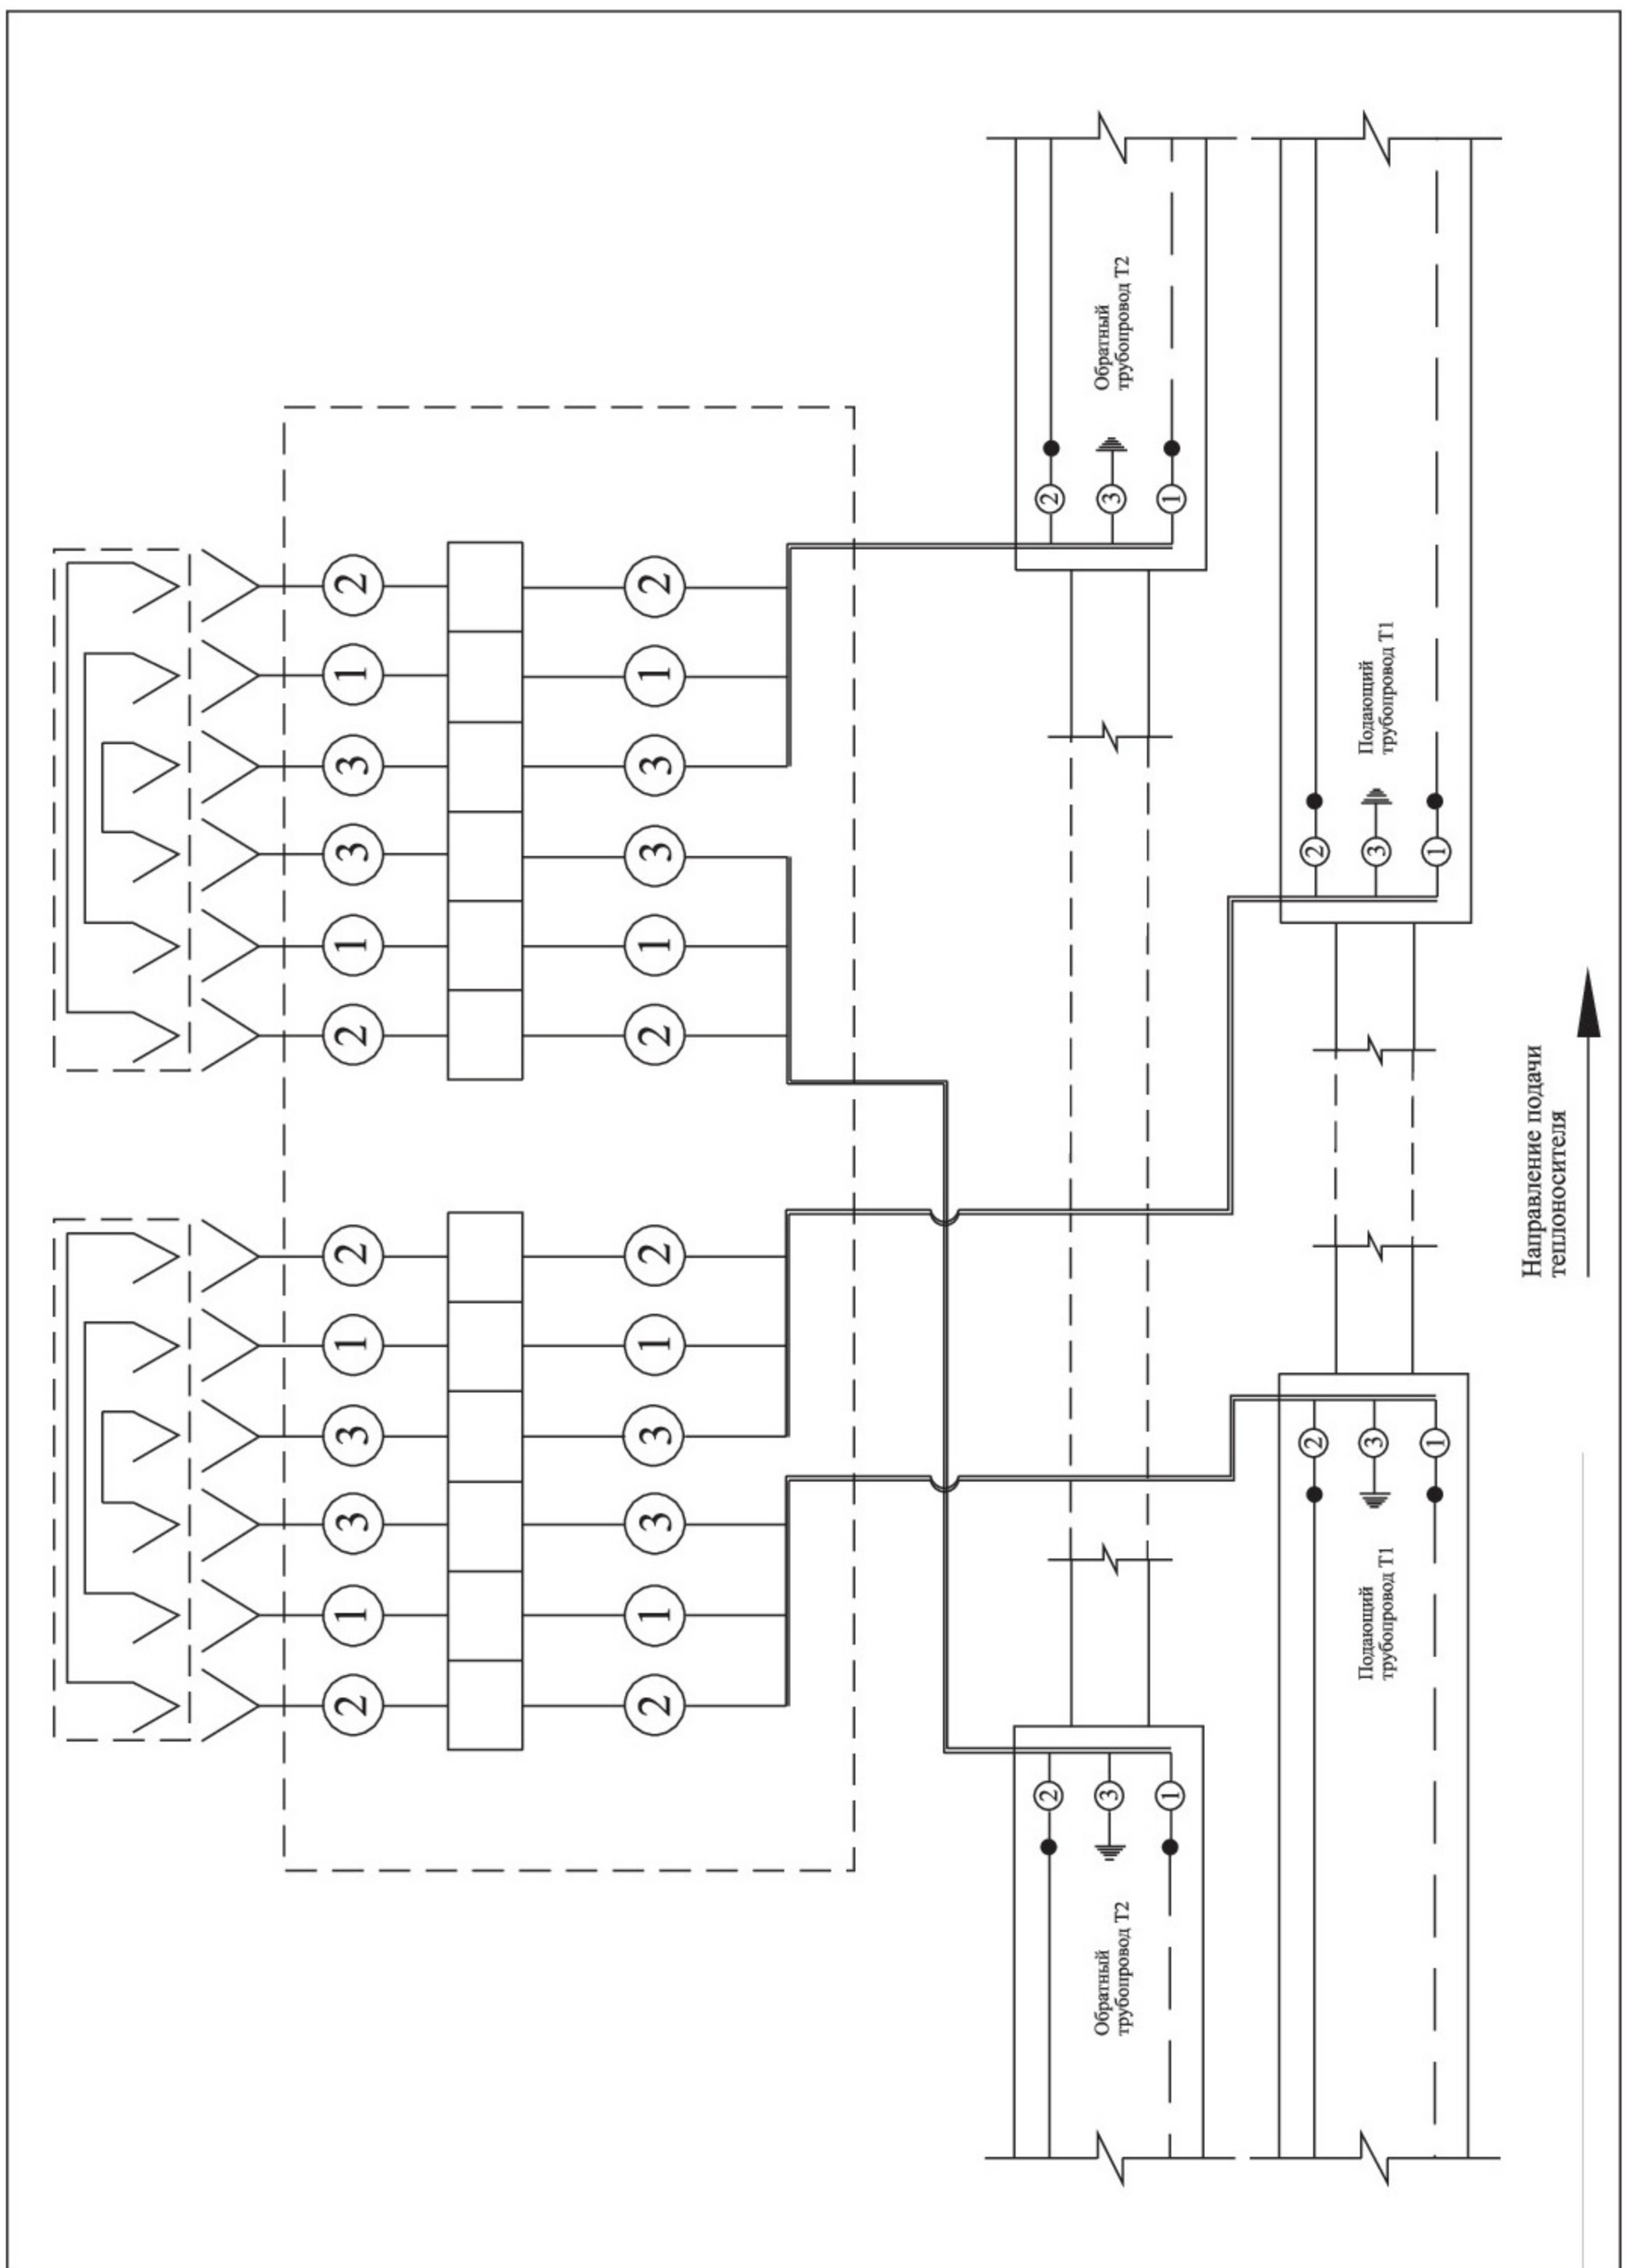

Рис. 10 Соединение двух независимых двухтрубных систем ОДК
9. Для объединения двух независимых двухтрубных систем ОДК монтаж проводников внутри терминала осуществлять по электрической схеме – **Рис. 10**.